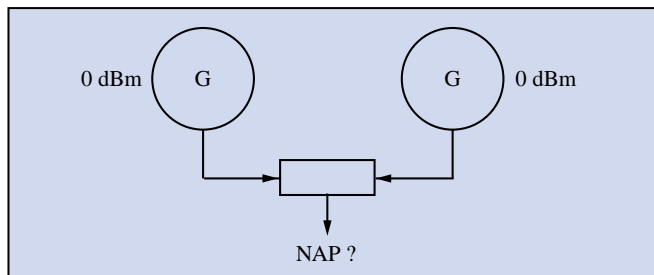

Figure 9.
10) Quel est le NAP en dBm à la sortie du coupleur sans pertes de la figure 9 ?